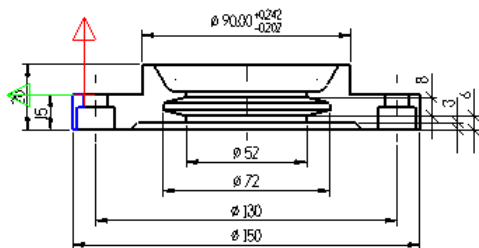
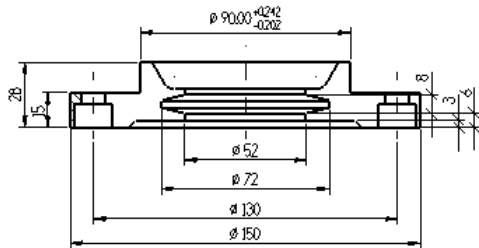

图 4.4.4 定义填充区域
图 4.4.5 填充剖面线
- 相交的剖面线 区域：用于设置交叉剖面线的参数，包括 号码 下拉列表、新建线(I) 按钮、☒ 隐藏线 单选项、☒ 实线 单选项和 ☒ 虚线 单选项。
- ☒ 新建线(I) 按钮：用于增加相交剖面线的数量。单击此按钮，系统会自动在 号码 下拉列表中添加剖面线数量选项，最多可以添加至 16 条。
Step4. 定义填充区域。选取图 4.4.4 所示的，单击 ☒ 按钮完成剖面线的创建，如图 4.4.5 所示。